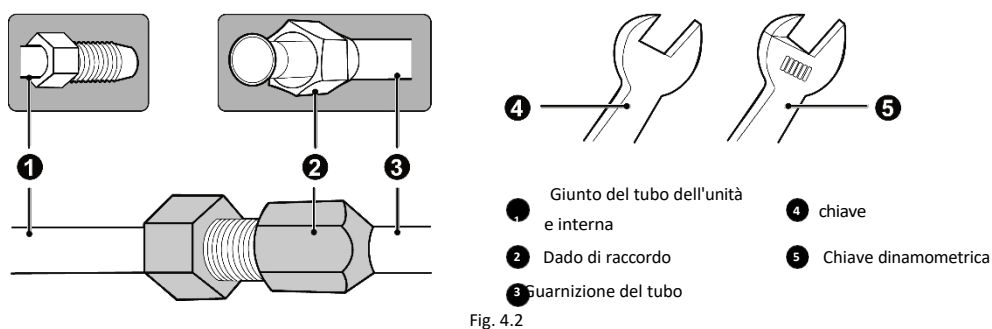

Fig. 4.2
- 1 Posizionare l'estremità svasata del tubo di rame al centro del raccordo a vite, quindi serrare il dado svasato a mano come indicato nella Fig. 4.2.